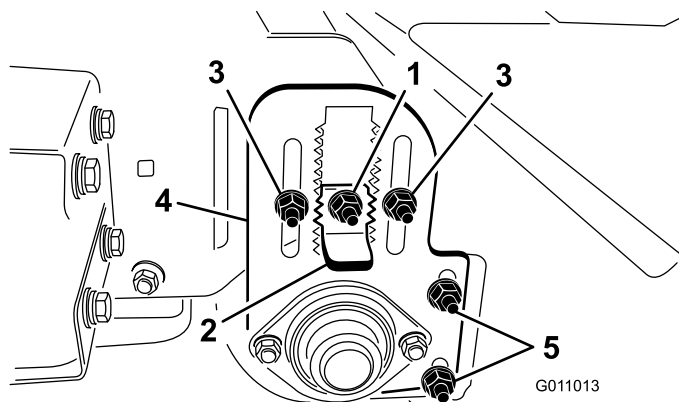

Figure 18
3. Desserrez le contre-écrou sur la clavette de réglage (Figure 18) afin de pouvoir la sortir d'environ 13 mm.
4. Desserrez les contre-écrous de réglage de hauteur de rouleau (Figure 18).
5. Sortez la clavette de réglage de hauteur et montez ou abaissez le rouleau arrière en faisant coulisser la plaque de réglage à la hauteur voulue (Figure 18).
Le racloir (Figure 18) doit être ajusté de sorte qu'un espace de 1/16" sépare le racloir et le rouleau. Desserrez les écrous de réglage du racloir et placez le rouleau à la position voulue, puis resserrez les écrous.